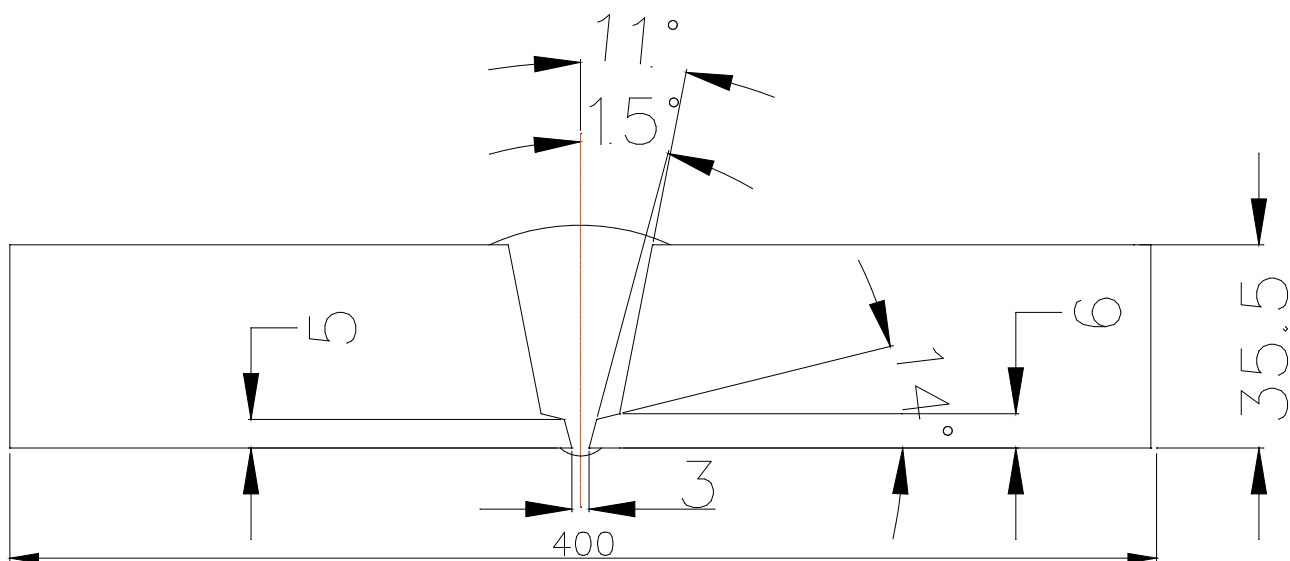

图 5
- (1) 图纸及参数, 见图 5 所示。
- (2) 规格: $410 \times 200 \times 35.5$ 试板与 $410 \times 200 \times 35.5$ 试板构成的对接焊缝。
- (3) 材质: 316L。